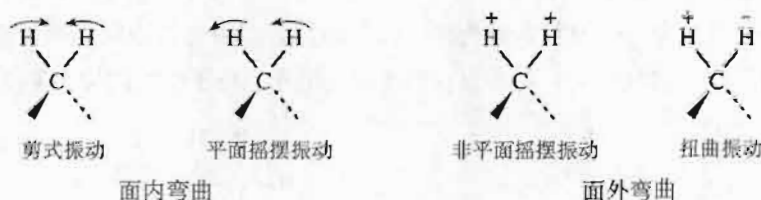

图 1-5 分子弯曲振动示意图
② 弯曲振动 分为面内弯曲振动与面外弯曲振动,面内弯曲振动又分剪式振动与平面摇摆,面外弯曲振动又有非平面摇摆与扭曲振动(如图 1-5)。弯曲振动的特点是键长不变,键